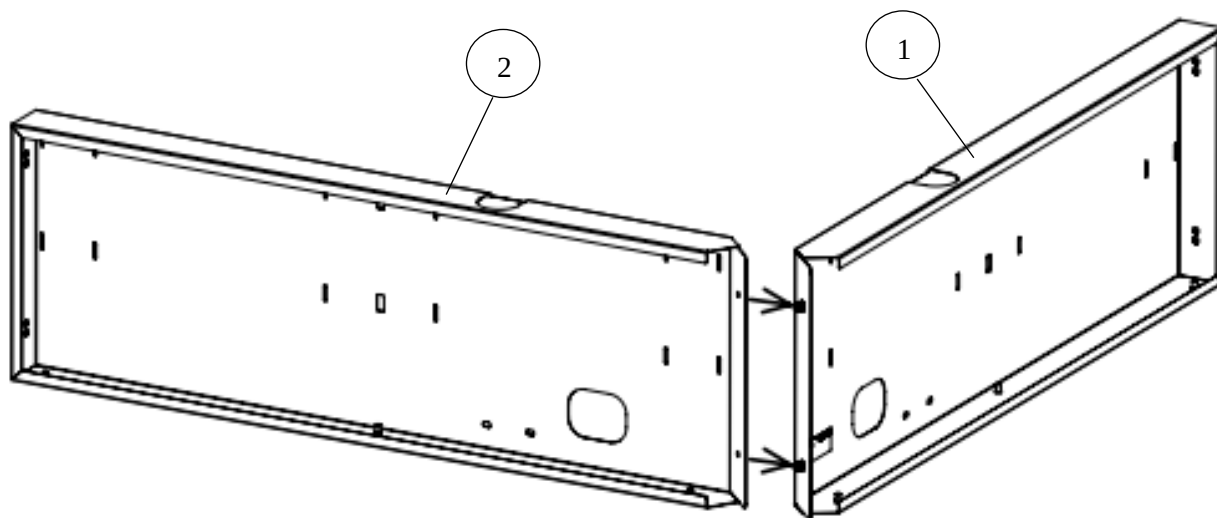

Рис.1
Соединить панели (1) и (2) между собой (рис.1).